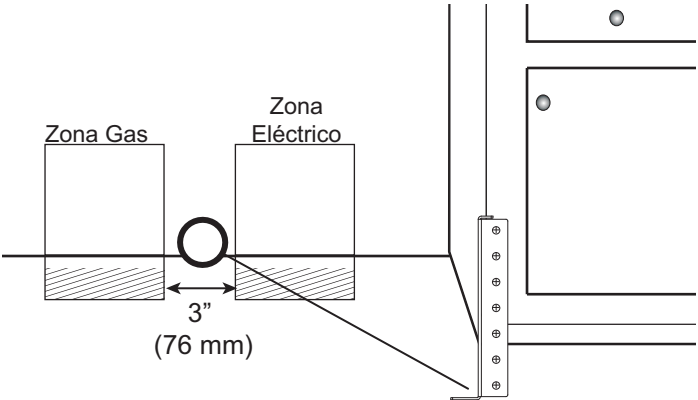
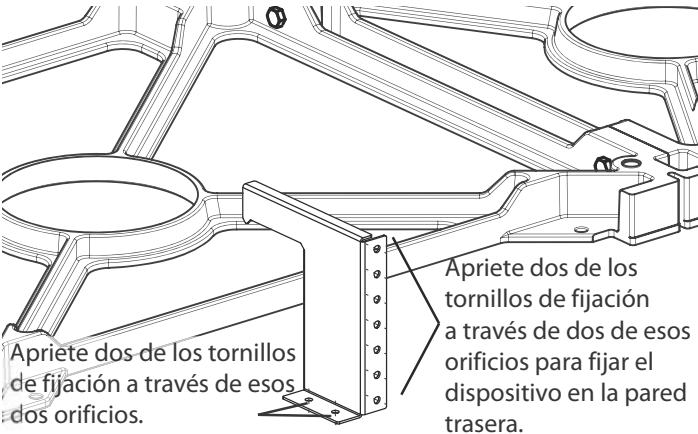

Figura 13: Ubicación para la instalación del dispositivo antivuelco
Figura 14: Soporte antivuelco
- En todos los casos, se deben fijar al menos dos (2) tornillos de fijación para instalarlo en el piso o dos tornillos de fijación (o anclajes par muro de yeso-cartón) para fijarlo en la pared situada detrás del aparato (vea las *Figura 13* y *Figura 14*).
1. Coloque el soporte en el piso, cerca del centro del sitio donde se instalará el aparato (*Figura 13*).